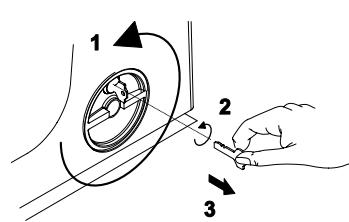

Abb. 25
- 1) Das Entriegelungssystem im Gegenuhzeigersinn um ca. 180° drehen, wie in Abb.25 gezeigt.
- 2) Den Schlüssel im Gegenuhzeigersinn drehen und vom Schloß abnehmen, wie in Abb. 25 gezeigt.